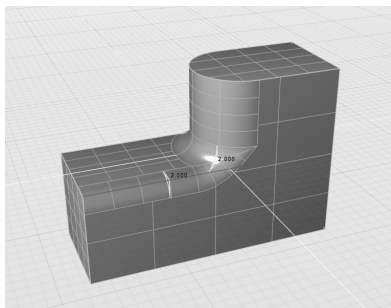

图 4-164 为相交两边施加倒圆角
- 2) 激活“倒圆角”工具，为图 4-164 中的边施加半径为“2cm”的圆角。